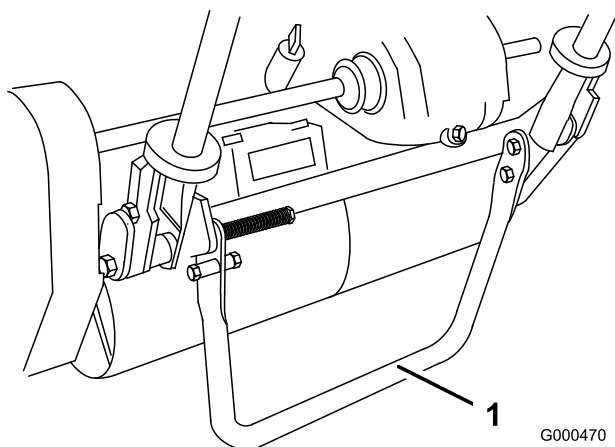

Figura 16
1. Con il piede, abbassate il cavalletto, quindi alzate il sostegno della stegola finché il cavalletto non gira in avanti, sopra il centro (Figura 16).